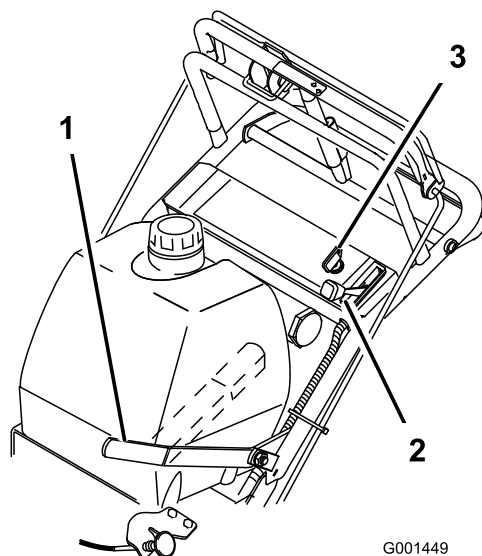

Figura 6
1. Mueva la palanca del acelerador a la posición de LENTO (Figura 6).